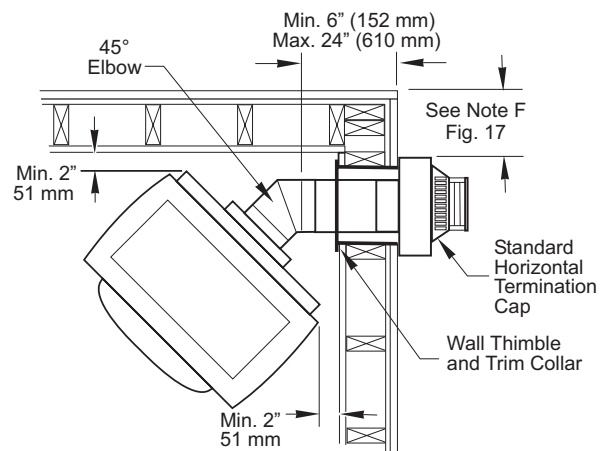

Figure 12.
- Installation C orner: Max. La course horizontale est de 2 pieds (610 mm). Voir la Fig. 12.